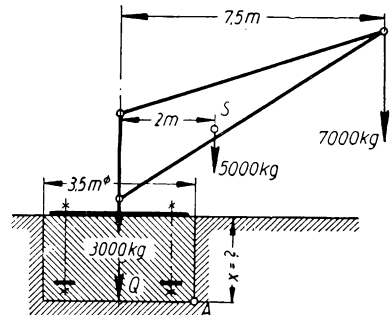

Bild 175
**310.** Ein frei stehender Drehkran ist nach Bild 175 auf einem zylindrischen Betonfundament von 3,5 m Durchmesser verankert. Die Nutzlast 7000 kg hat 7,5 m Ausladung. Das Eigengewicht des schwenkbaren Krangerüsts beträgt 5000 kg, das Gewicht der Säule und Grundplatte 3000 kg. a) Wie schwer muß der Betonkörper *Q* sein, damit er das Kippen des Krans um die Kante *A* gerade verhindert? Der Widerstand des umgebenden Erdrands werde vernachlässigt. b) Welche Tiefe *x* muß der Betonkörper erhalten, wenn er doppelt so schwer, als zur Standsicherung gerade erforderlich, ausgeführt wird? Die Wichte des Betons ist 2300 kg/m3.